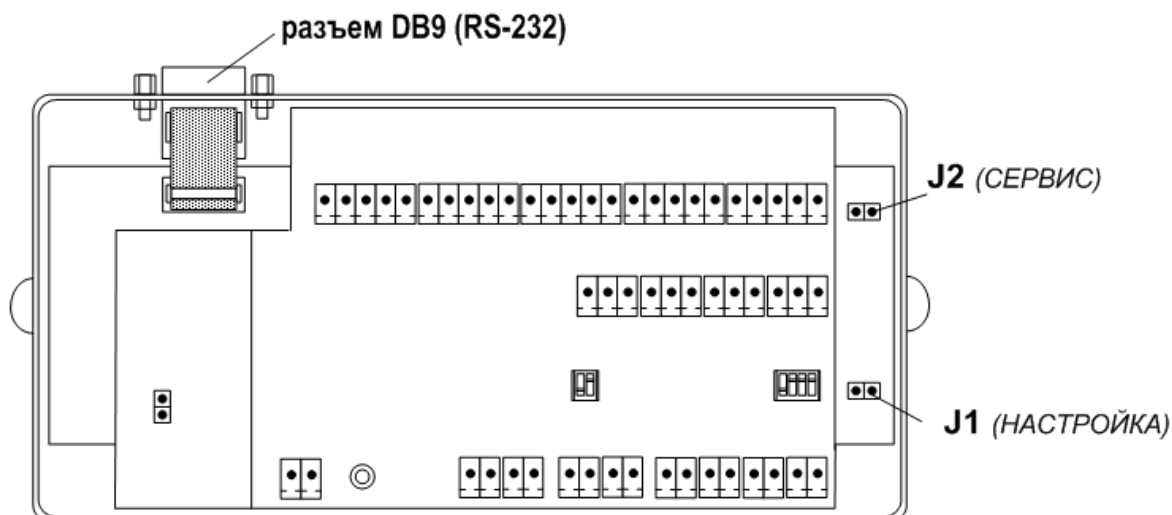

Рис.5. Расположение контактных пар J1 и J2 на плате модуля адаптера.
5.1.4. Режим задается комбинацией наличия / отсутствия замыкания с помощью перемычек двух контактных пар J1 и J2, расположенных на плате модуля адаптера (рис.5).